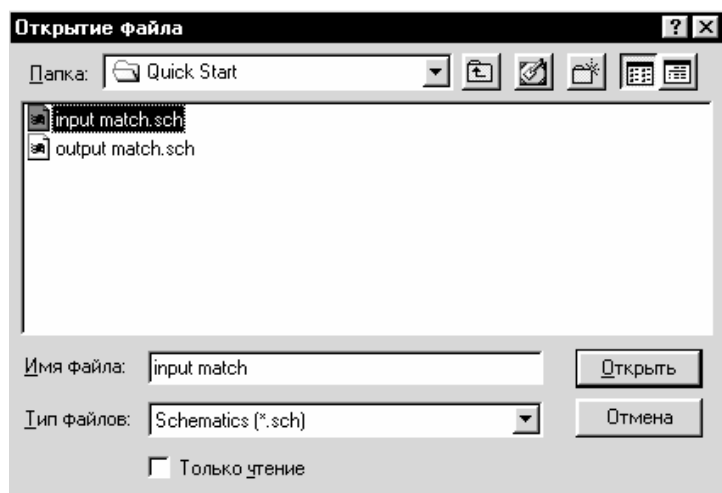

Рис. 3.15
2. Щёлкните правой кнопкой мышки по группе **Circuit Schematics** в окне просмотра проекта и выберите **Import Schematic** (Импорт схем) во всплывающем меню. Откроется диалоговое окно **Открытие файла** (Рис. 3.15).